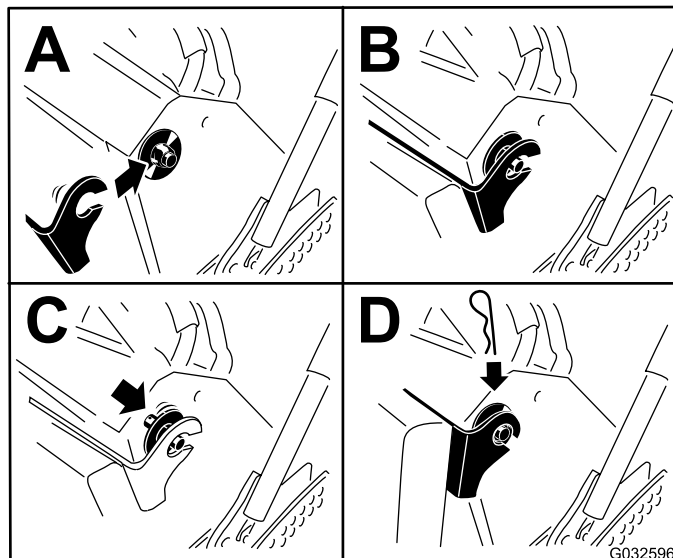

Figura 30
6. Levante el cojín y deslícelo sobre los pasadores en cada lado de la máquina (Figura 30).
7. Introduzca las arandelas grandes con casquillos de plástico en los soportes del cojín y sujételos con chavetas (Figura 30).